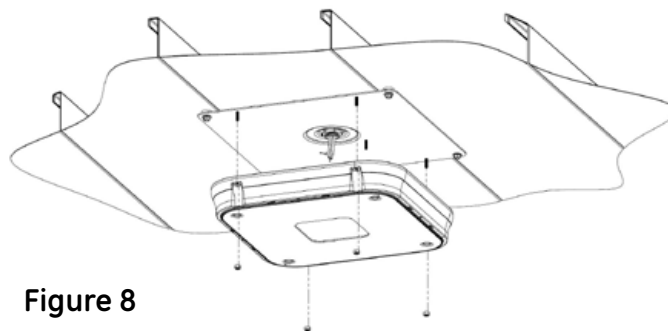

Figure 8
- Fixez l'appareil sur la plaque support par les goujons filetés de la plaque et par les écrous fournis comme représenté Fig. 8.